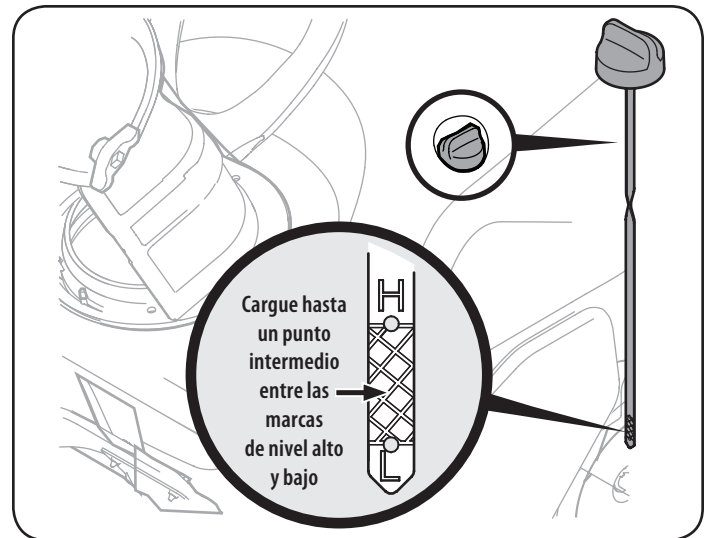

Figura 9
5. Saque el tapón / la varilla de medición de aceite. Si el nivel es bajo, agregue lentamente aceite hasta que el nivel registrado esté en un punto intermedio entre alto (H) y bajo (L), Figura 9 para el modelo 247.887802.